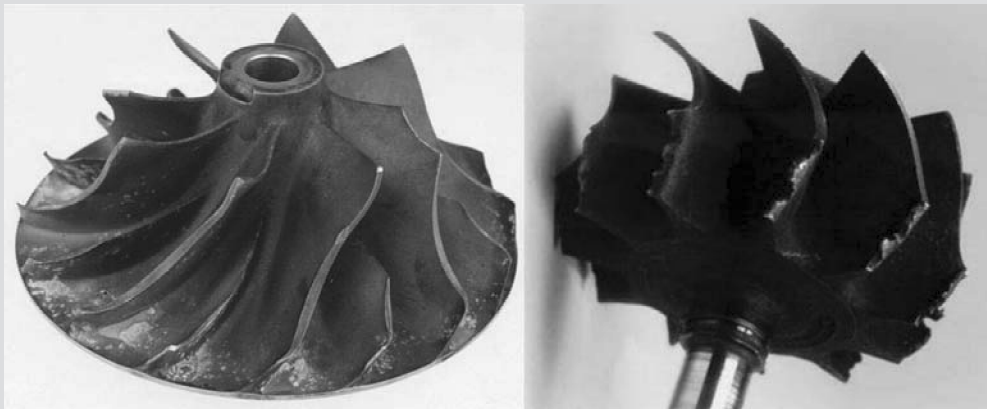

图 15-9 叶轮端面被异物损坏
(5) 叶轮端面被异物损坏 如图 15-9 所示，这是由于异物从进气管或空气滤清器进入增压器壳造成的。